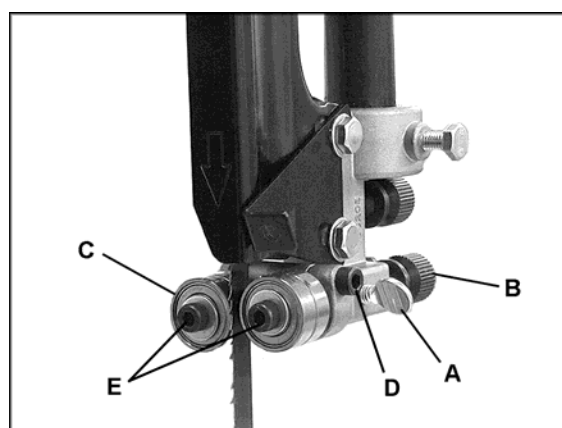
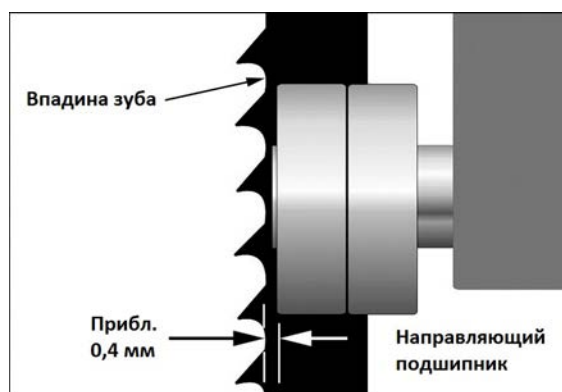

Рис. 47.
Рис. 48.
3. Ослабьте барашковый винт (А, Рис. 47) и, поворачивая ручку (В), переместите направляющий блок так, чтобы передний край подшипников (С) располагался сразу за впадиной зуба полотна (изогнутая область в основании зуба), как показано на Рис. 48. Расстояние обычно составляет примерно 0,4 мм.
4. Затяните барашковый винт (А, Рис. 47).